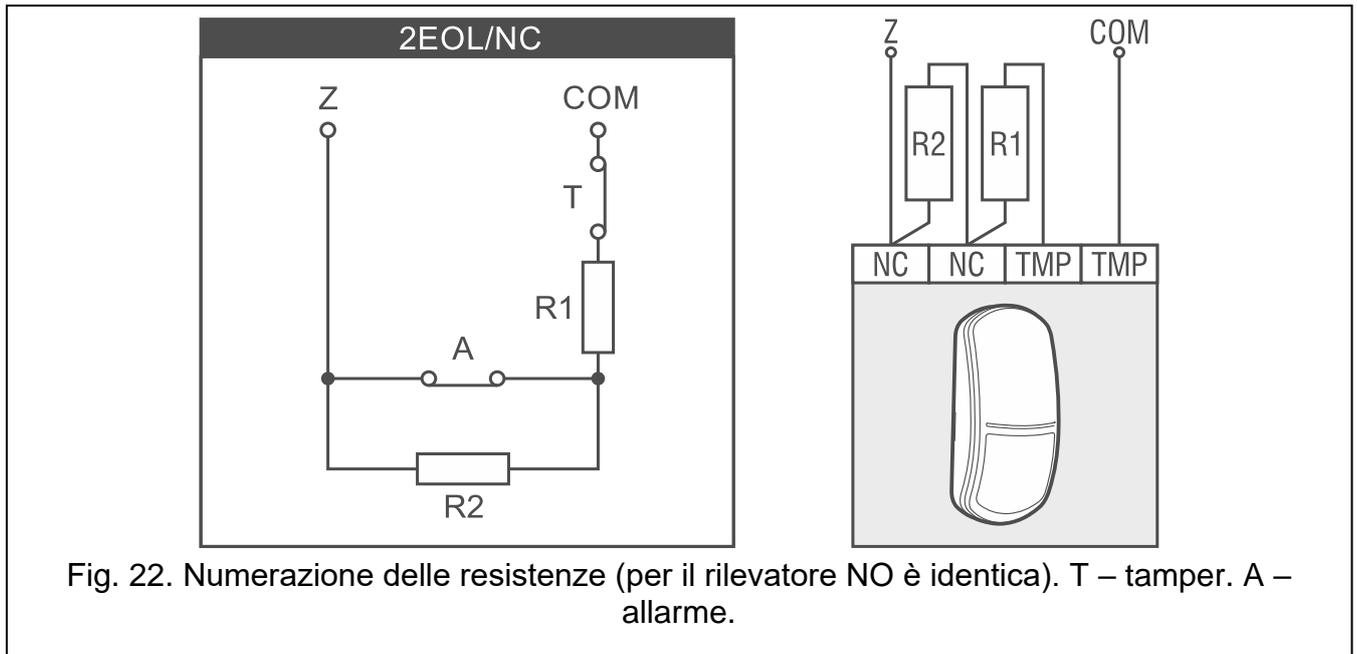

Fig. 22. Numerazione delle resistenze (per il rilevatore NO è identica). T – tamper. A – allarme.
**R1** – valore del resistore R1 (vedi fig. 22). È possibile programmare valori tra 500  $\Omega$  e 15 k $\Omega$ . Di fabbrica: 1,1 k $\Omega$ .
**R2** – valore del resistore R2 (vedi fig. 22). È possibile programmare valori tra 500  $\Omega$  e 15 k $\Omega$  oppure 0. Se viene inserito 0, per la configurazione 2EOL (doppio bilanciamento) occorre utilizzare due resistori di valore uguale alla metà del valore definito per R1, ma non minore di 500  $\Omega$ ). Di fabbrica: 1,1 k $\Omega$ .